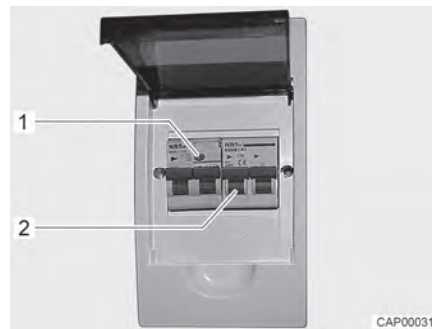

Bild 90 230 V-säkringslåda med ledningsskyddsbrytare och FI-brytare
En jordfelsbrytare (FI-brytare) i säkringslådan skyddar hela fordonet mot läckström (0,03 A). Den efterkopplade ledningsskyddsbrytaren (10 A) (Bild 90,2) säkrar 230 V-nätet.
- När fordonet är anslutet till 230 V-försörjningen: Tryck på kontrollknappen (Bild 90,1). Jordfelsbrytaren måste lösa ut.